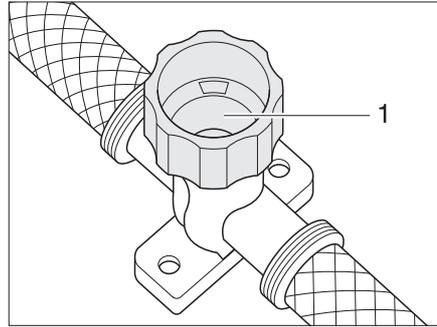

Fig. 123 Robinet de vidange pour Therme
- Fermer le robinet de vidange. Tourner pour cela le capuchon (Fig. 123,1) dans le sens des aiguilles d'une montre.
- Ouvrir le robinet de vidange du Therme. Tourner pour cela le capuchon (Fig. 123,1) dans le sens inverse des aiguilles d'une montre.